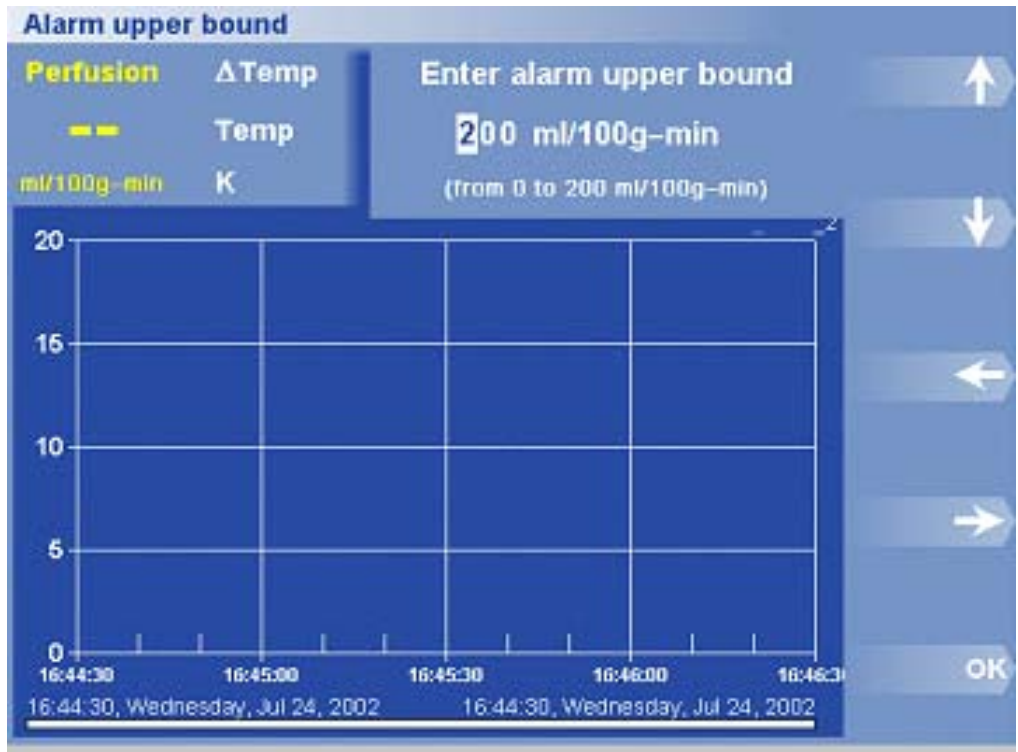

Figura 26. Caixa de Diálogo e Menu Alarme Máximo Activado
3. Prima Value (Valor). Aparece a caixa de diálogo Valor Máximo de Activação (Figura 26). Utilize os botões das setas para definir o valor máximo de activação do alarme.